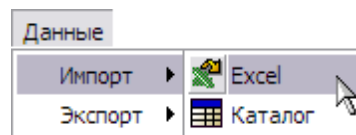

Рисунок 436
1) В меню **Данные** выберите пункт **Импорт** и в открывшемся списке укажите вариант импорта **Excel** (рисунок 436) .